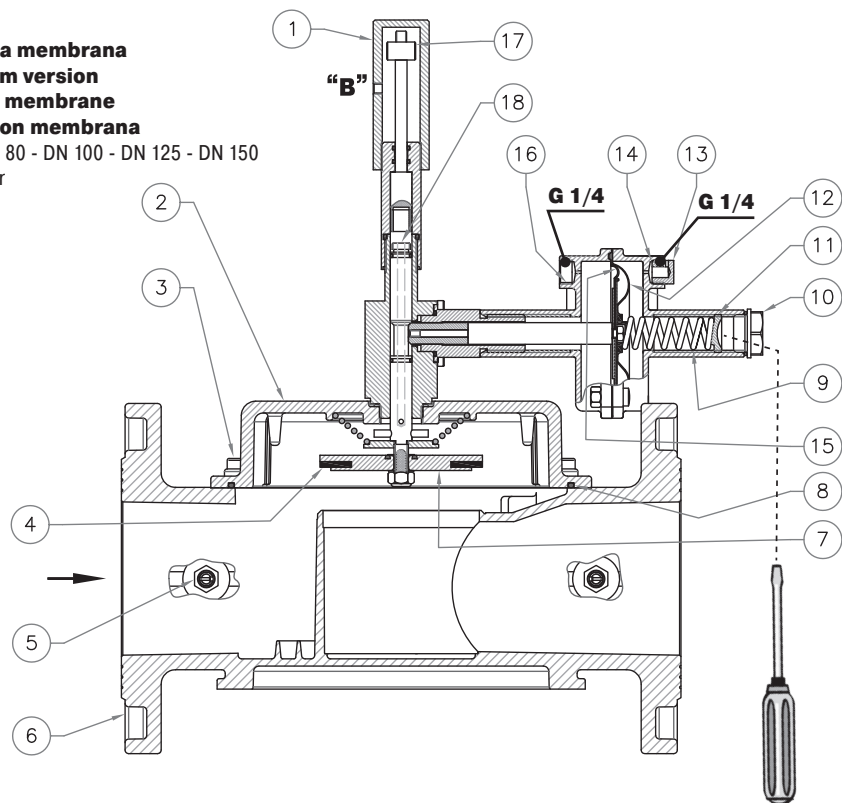

fig. 4
- Si la válvula no se mantiene armada, enrosque unas vueltas el tornillo de regulación (**11**) hasta que la operación de rearme sea posible. **NOTA:** para realizar esta operación, en las versiones con membrana, hay que desenroscar y quitar el tapón de cierre (**10**). En las versiones con pistón, el tapón (**10**) **NO** debe desenroscarse/quitar; la calibración puede realizarse con una herramienta adecuada (véanse las fig. 4 y 5).